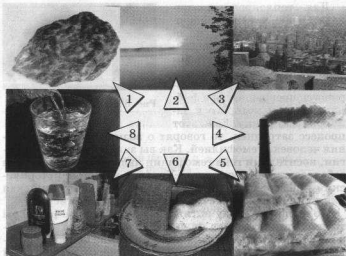

Рис. 89. Дисперсные системы
- 6 Как классифицируют дисперсные системы по агрегатному состоянию среды и фазы? Приведите примеры, используя рисунок 89.